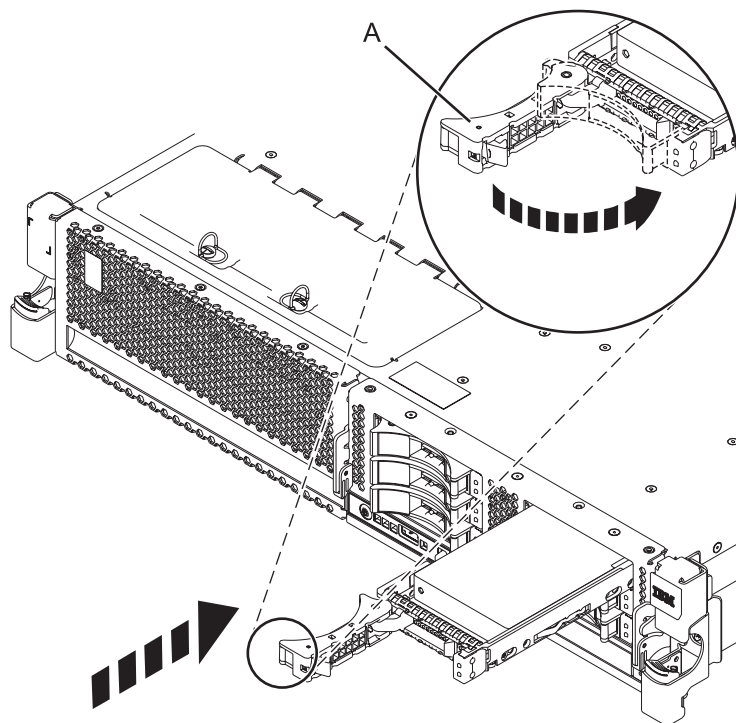

Figure 9. Installation de l'unité dans l'unité centrale
4. Faites glisser complètement l'unité dans l'unité centrale ou l'unité d'extension, et poussez la poignée de l'unité (A) jusqu'à ce qu'elle s'enclenche, comme indiqué dans la figure 9, à la page 19.